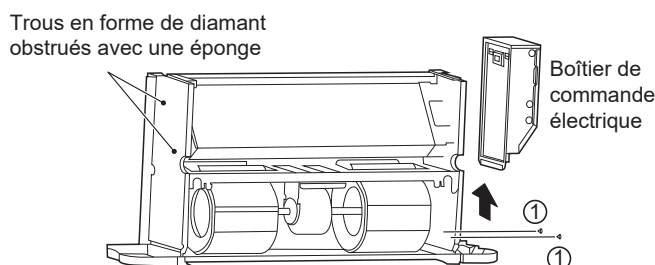

Figure 5-19 Retrait du boîtier de commande électrique et obstruction des trous en forme de diamant
Comme illustré à la Figure 5-19, retirez les vis ①\*2 pour retirer la boîte électrique.
Comme illustré à la Figure 5-19, bouchez les trous en forme de losange sur la plaque latérale (la plaque sans les tuyaux d'entrée et de sortie) avec une éponge.